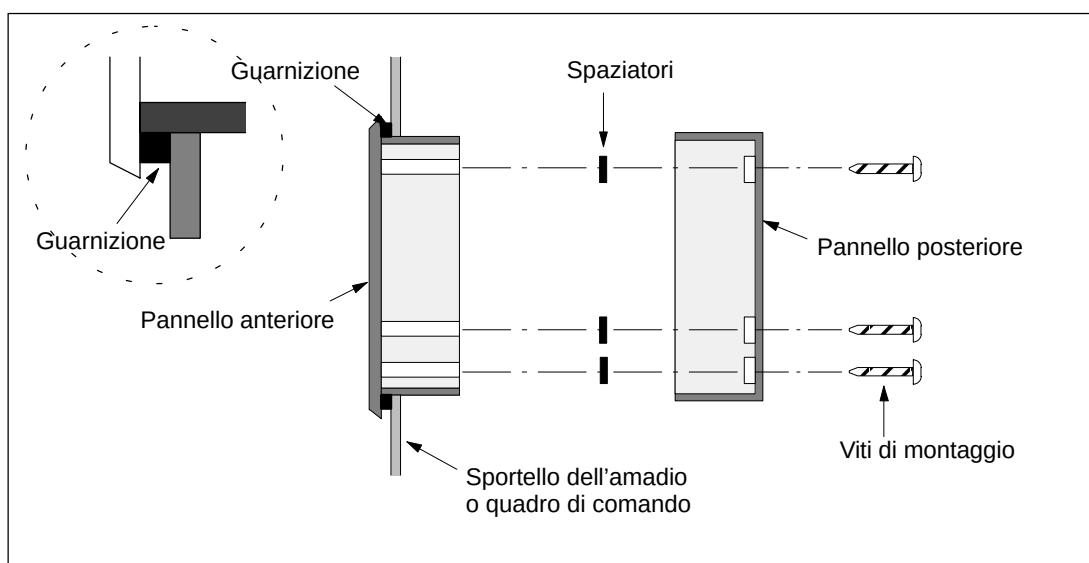

Figura 1-7 Posizionamento degli spaziatori
| Spaziatori                        | Gli spaziatori autoadesivi forniti vengono utilizzati per il montaggio su superficie del TD 200. Vedere la figura 1-7.                                                                                                        |
2. Collocare gli spaziatori sopra i fori delle viti all'interno del pannello posteriore. Quando si riasmonta il TD 200, gli spaziatori premono contro la scheda circuitale del TD 200. Vedere la figura 1-7.
Eseguire le seguenti operazioni e osservare la figura 1-7 per completare il montaggio del TD 200.